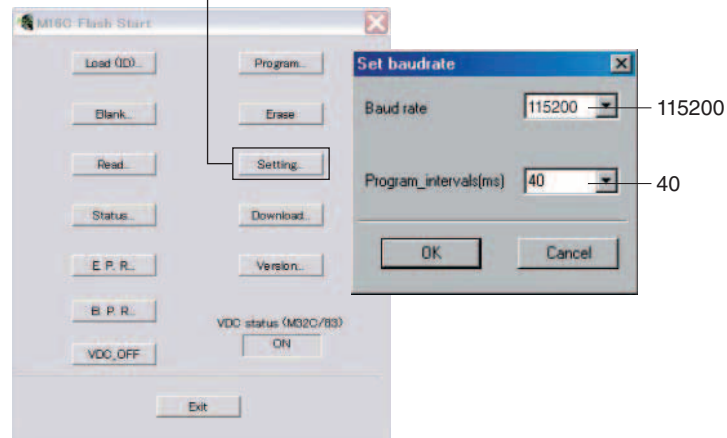

Fig. 5
6. Click [Setting], and set the baud rate. (Fig. 5)
6. [Setting] をクリックし、通信速度の設定を行いません。(Fig. 5)